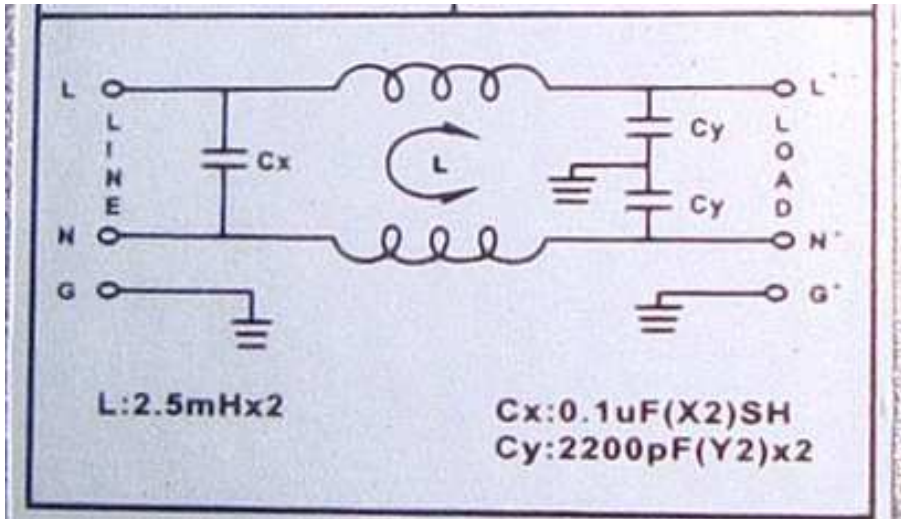

Рис. 4.11.
4.18.3. Проверить с помощью мультиметра в режиме «зуммера» исправность цепи между клеммами «L» и «L'», затем между клеммами «N» и «N'» (рис. 4.11). Показания прибора должны соответствовать нулевому сопротивлению (как и при замкнутых щупах).
4.18.4. Проверить с помощью мультиметра в режиме «зуммера» исправность цепи между клеммами «G» и «L», затем между клеммами «G» и «N» (рис. 4.11). Показания прибора должны соответствовать «обрыву цепи» (как и при разомкнутых щупах).